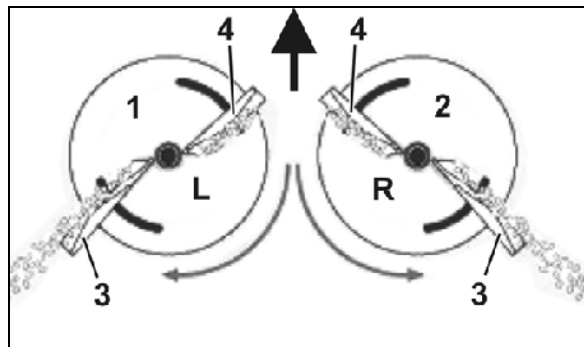

Fig. 14
- linke Streuscheibe (Fig. 14/1) mit Markierung **L**.
- rechte Streuscheibe (Fig. 14/2) mit Markierung **R**.
- Lang (Fig. 14/3) - Einstellskala mit Werten von 5 bis 28.
- Kurz (Fig. 14/4) – Einstellskala mit Werten von 35 bis 55.